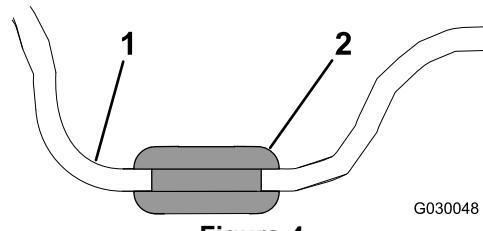

Figura 4
1. Inserite un gommino in ciascuno dei 4 fori dei bulloni nel tettuccio (Figura 4).